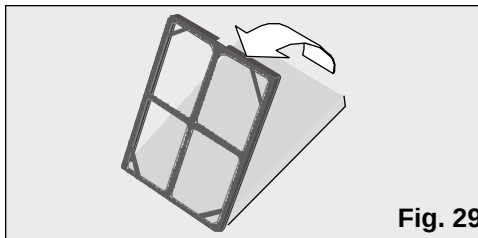

Fig. 29
- Verifieer of de reinigingsfilter goed geplaatst is in het positie-element, is dit niet zo, dan installeer het dan zoals te zien is in fig. 29. De donkere kant van de filter moet zo geplaatst worden dat deze in contact is met het positie-element.